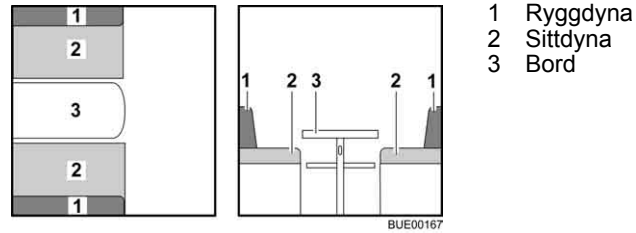

Bild 93 Före ombyggnaden
- Bygg om bordet (Bild 93,3) till sängbotten (se avsnitt 6.12).